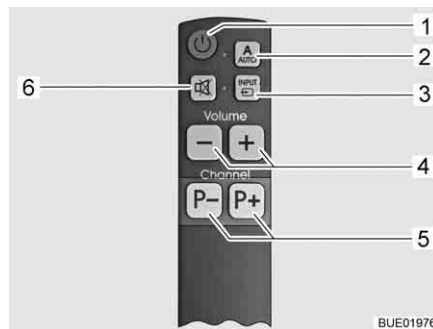

Fig. 39 Télécommande simplifiée (option)
- Appuyer pendant 1 seconde sur la touche AUTO (Fig. 38,2 ou Fig. 39,2). Le téléviseur et l'unité de commande sont ainsi allumés.
- Appuyer sur les touches de sélection de programme (Fig. 38,4 ou Fig. 39,5) jusqu'à ce que le programme de télévision désiré soit choisi.
- Appuyer sur la touche INPUT (Fig. 38,3 ou Fig. 39,3) jusqu'à ce que la source de signal désirée soit choisie.
- Pour retourner à l'affichage du canal satellite, appuyer sur la touche INPUT (Fig. 38,3 ou Fig. 39,3) jusqu'à ce que la source de signal DVB-S2 soit choisie.
- Appuyer sur la touche AUTO (Fig. 38,2 ou Fig. 39,2).
- Appuyer sur la touche Téléviseur Marche/Arrêt (Fig. 38,1 ou Fig. 39,1). L'unité de commande ne s'allume pas, l'antenne reste en position rangée.
- Appuyer sur la touche INPUT (Fig. 38,3 ou Fig. 39,3) jusqu'à ce que la source de signal désirée (telle que DVD) soit choisie.
- Appuyer sur la touche Téléviseur Marche/Arrêt (Fig. 38,1 ou Fig. 39,1) pour éteindre le téléviseur.